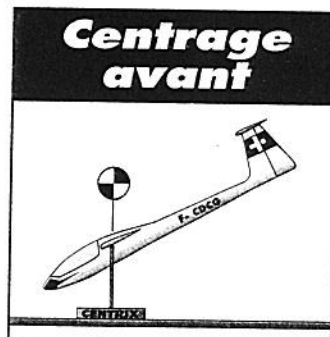

Figure 2
- Votre avion penche sérieusement vers l'avant. Là, il s'agit d'un excès de poids sur l'avant de l'avion, et il va falloir revoir l'implantation des éléments internes. Il y a presque toujours la possibilité de reculer la batterie de réception, ou le récepteur pour palier à ce "trop avant". Si toutefois rien ne peut bouger dans le fuselage, il va falloir se résoudre à plomber l'arrière de l'avion, jusqu'à l'obtention de l'équilibre souhaité. Ce cas de figure est rare, et les masses de plomb à ajouter à l'arrière d'un avion sont toujours faibles. Retenez quand même qu'il vaut mieux déplacer quelque chose dans l'avion plutôt que de faire voler du plomb. Enfin, il faut savoir qu'un centrage avant ne mets pas la vie du modèle en danger, mais qu'il sera moins manœuvrant, et aura du mal à arrondir correctement si le centrage est exagérément avant. (Figure 2)